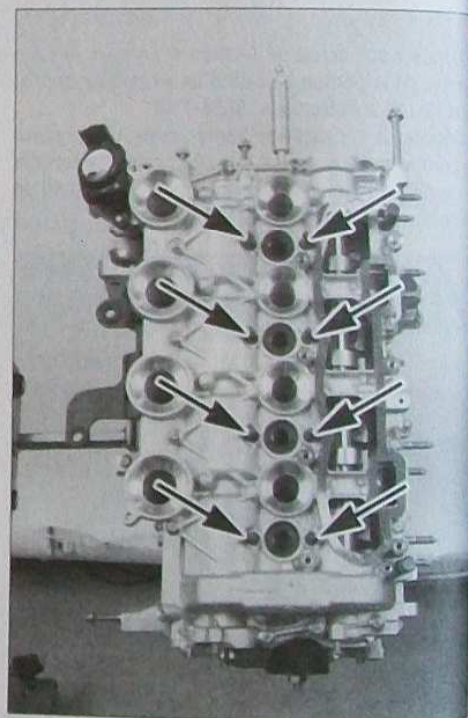

FIG.28
- vérifier le serrage des goujons (Fig.28).